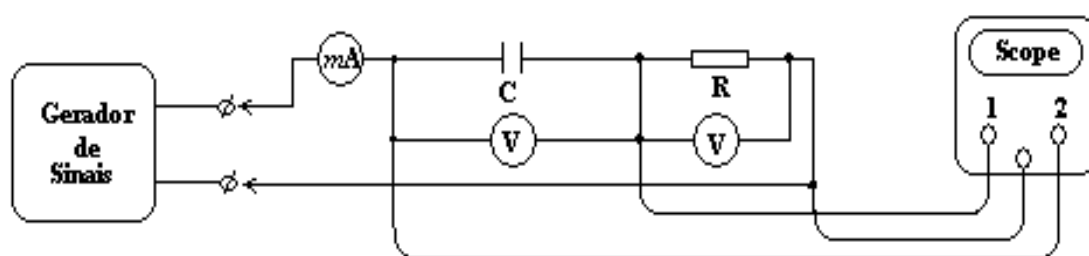

Fig1: Circuito R-C em série
- 3.1. Montar o circuito dado na fig.1